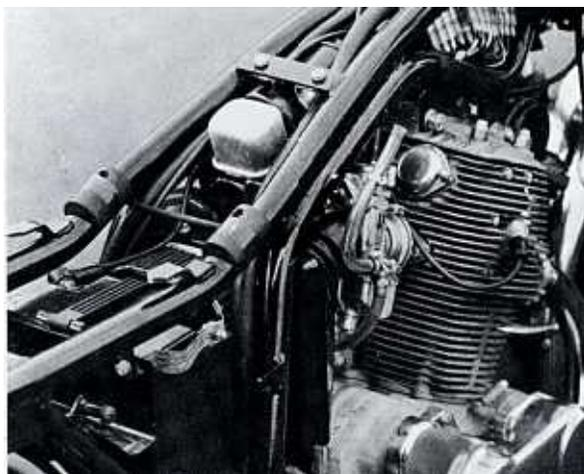

Bild 195
- Der Lichtmaschinenregler hält die Lichtmaschinen-spannung konstant. Er sitzt zwischen den oberen Rahmenrohren in der Nähe der Batterie (Bild 195) auf einem Gummistreifen. Bei einem Defekt kann er nicht instandgesetzt werden, denn er ist dicht verschlossen. Für Fachleute folgen einige Angaben, die für die Prüfung der Lichtmaschine nützlich sind: